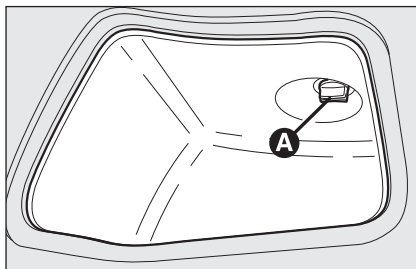

fig. 38
- Enlever le couvercle de protection en agissant sur le dispositif **A-fig. 38**;